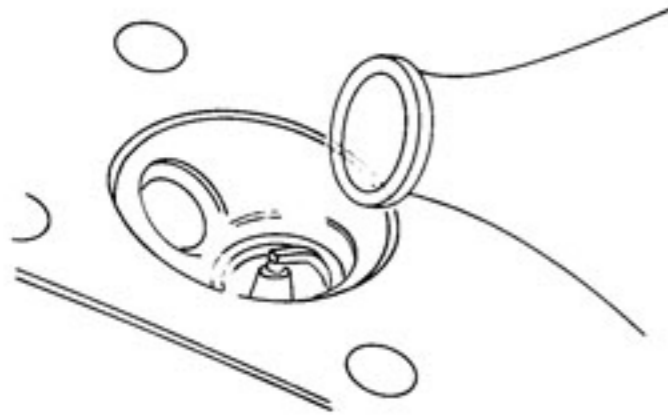

Fig. 1
- Remonter la bougie sur la culasse et vérifier l'étanchéité de la soupape de décompresseur en remplissant la chambre de combustion d'essence (Fig. 1).